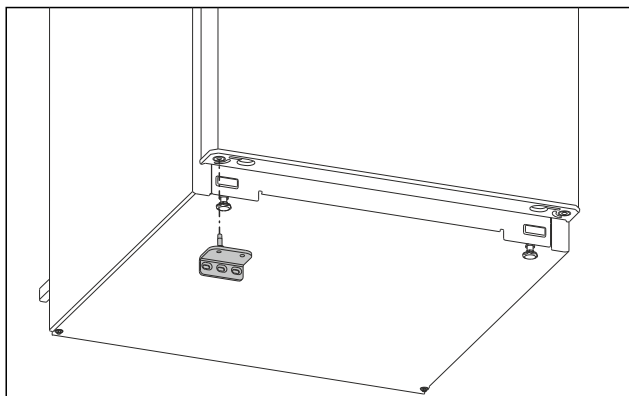

Fig. 14
- Unteren Lagerbock auf der Gegenseite einsetzen. (siehe Fig. 14)